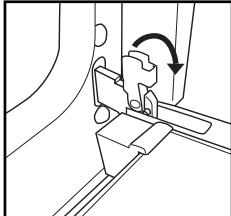

Рис. 1
2. Підніміть фіксатори та натисніть на них від себе до кінця (рис. 1).